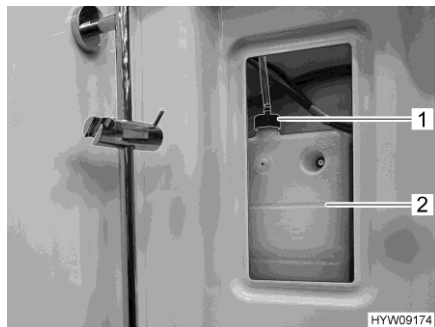
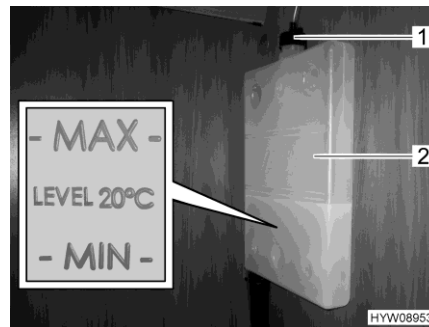

Fig. 223 Vaso d'espansione (riscaldamento ad acqua calda)
Fig. 224 Riga "MIN/MAX"
- Rimuovere la copertura per il vaso d'espansione (Fig. 223,2) a destra e in alto nella doccia.
- Controllare se il livello del liquido nel vaso d'espansione (Fig. 224,2) è tra le righe del "MIN" e del "MAX" (Fig. 224).
- Aprire il coperchio (Fig. 223,1 o Fig. 224,1) del vaso d'espansione.